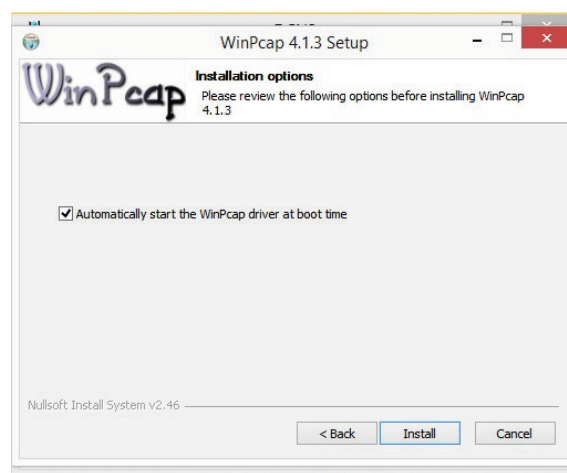

Рисунок 9
- предупреждение о начале установки с возможностью выбора опции загрузки библиотеки автоматически каждый раз при загрузке ПК (рис. 9);